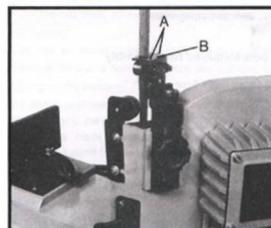

Fig. 3
3. Rimuovere le due viti (A, Fig. 3) e la piastra deflettore (B).